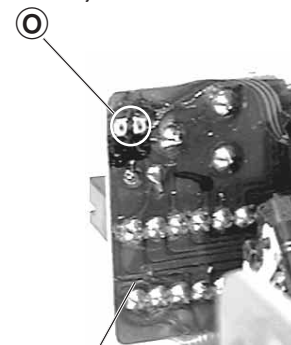

Fig. 8
Bei Ausbau der CD-Lasereinheit (CD-Laufwerk) muß vor Abziehen der Steckverbindungen eine Schutzlötstelle ⑧ auf der Leiterplatte der Lasereinheit angebracht werden, um eine Zerstörung der Laserdiode durch statische Aufladung zu vermeiden (Fig. 8).
When removing the Laser pick-up (CD drive mechanism), the pick-up PCB must be provided with a protective soldered joint ⑧ before unplugging the connectors to avoid damage to the Laser diode by static charges (Fig. 8).